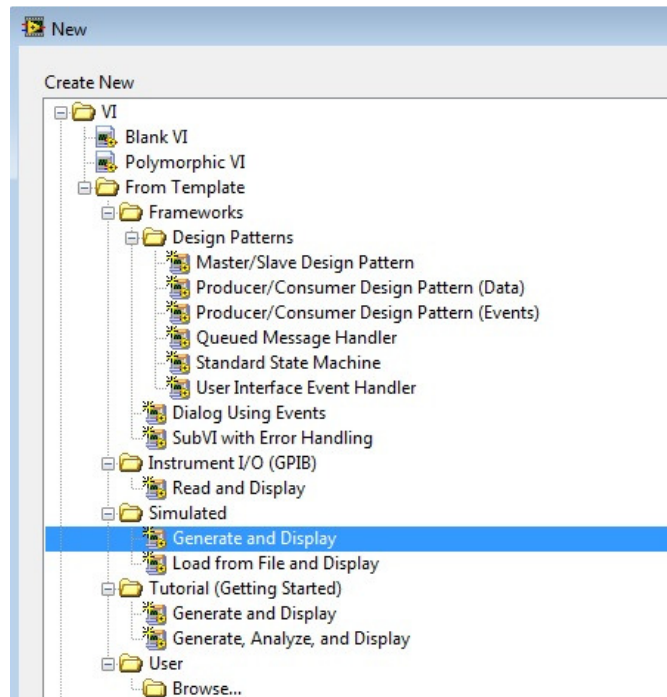

Figura 2 – Seleção da VI Generate and Display.
2. Para criar essa VI, na janela principal, selecione *File >> New >> VI >> Simuleted >> Generate and Display*. Conforme indicado na Figura 2. Clique Ok. Surgem duas janelas: (i) um painel frontal e; (ii) um diagrama de bloco.